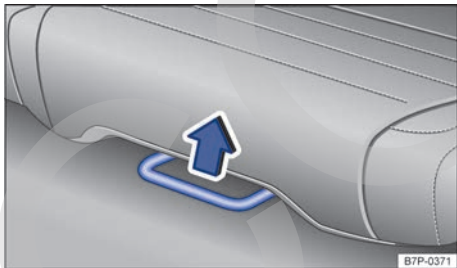

Fig. 104 Debajo del asiento trasero, en el lado izquierdo: palanca para el ajuste longitudinal.
- Tire hacia arriba de la palanca de ajuste → fig. 104, en el sentido de la flecha.